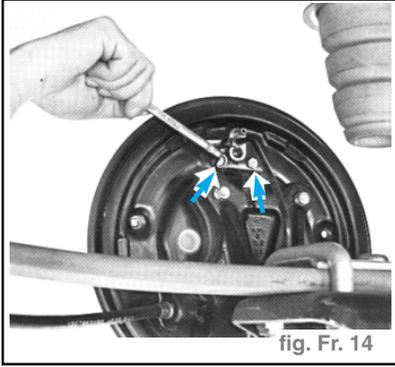

fig. Fr. 14
- Déposer les deux vis indiquées. (fig. Fr. 14)